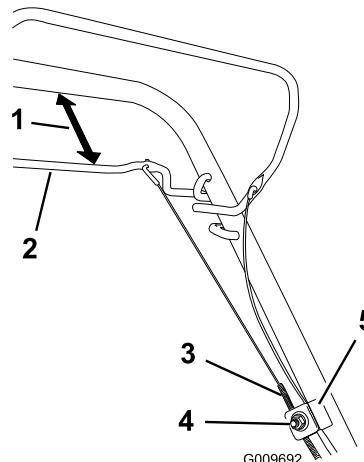

Figura 24
1. Afloje la tuerca del soporte del cable (Figura 24).
2. Sujete la barra de la transmisión autopropulsada a una distancia de 25 – 38 mm del manillar (Figura 24).
3. Tire hacia abajo de la cubierta del cable (hacia la máquina) hasta eliminar la holgura en el cable (Figura 24).